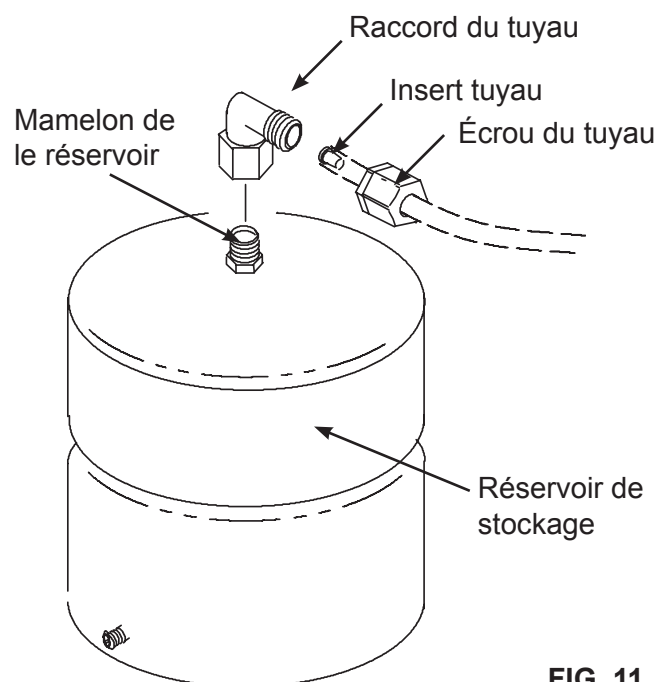

FIG. 11
1. Appliquez une bande d'étanchéité (2 couches dans le sens des aiguilles d'une montre) sur le filetage du mamelon sur le haut du réservoir. Cf Fig. 11.
2. Identifiez le raccord du tuyau. Cf Fig. 11. Vissez le raccord sur le mamelon de le réservoir en réalisant 7-8 tours, soyez prudents à ne pas endommager le filetage ou à ne pas trop serrer.
5. Connectez le tuyau jaune au réservoir de stockage. Cf Figs. 11 et 21.